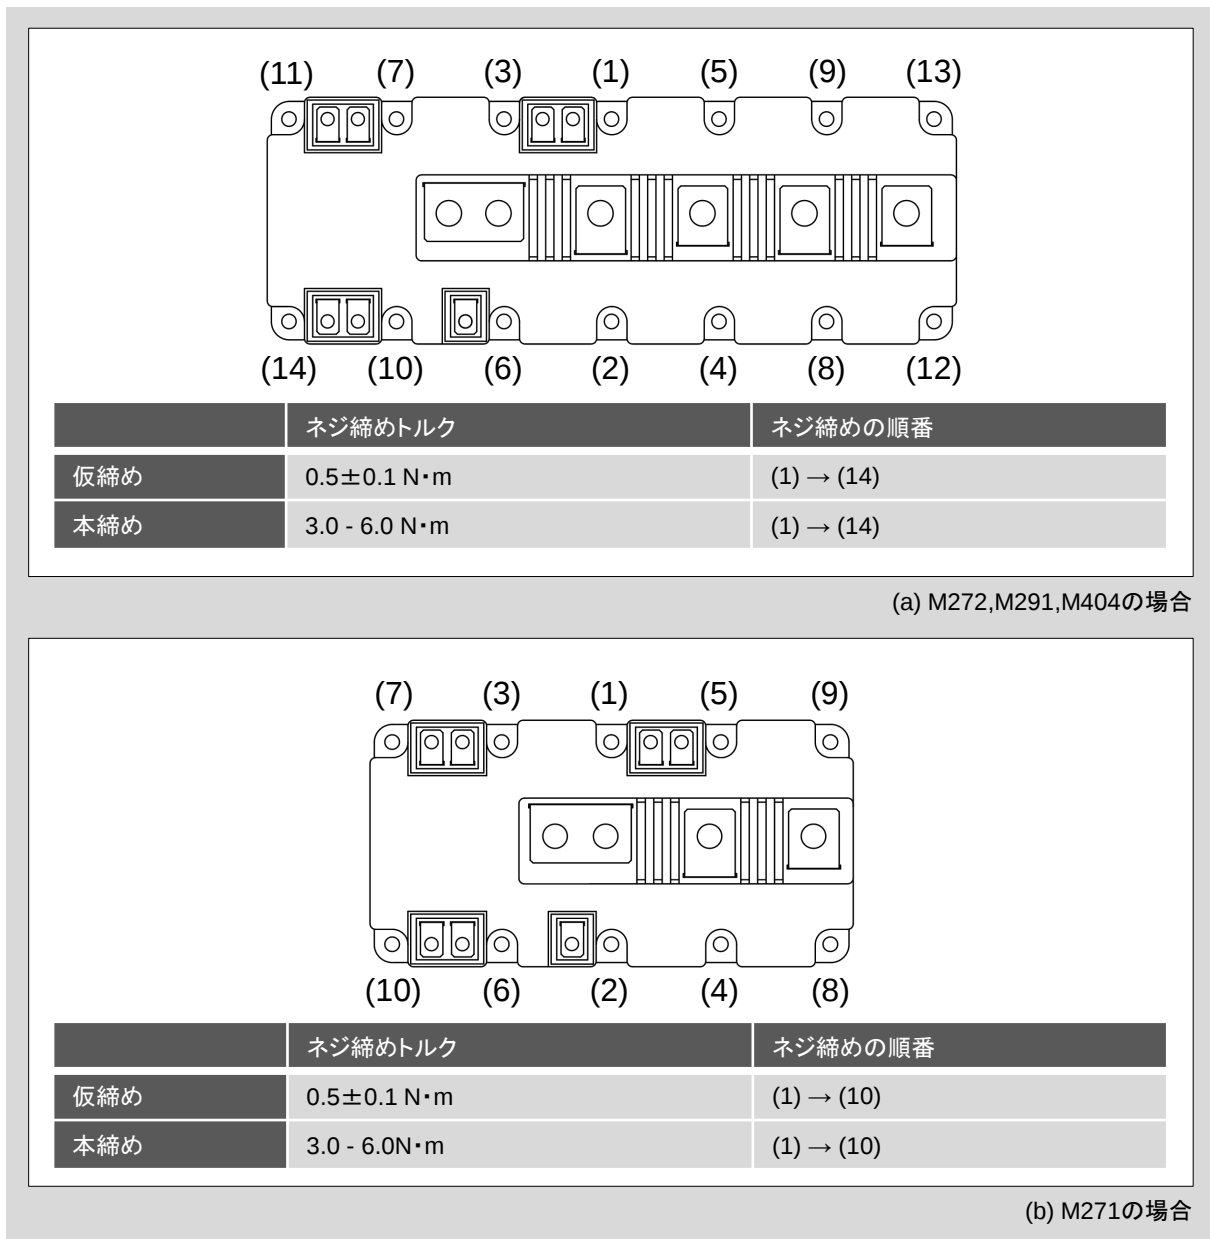

図3 ネジ締めトルク及びネジ締め順序
- 図3 に示す(1)から(10) または (14)をM5ネジで仮締めを行います。仮締めトルクは $0.5\text{N}\cdot\text{m}$ で取り付けして下さい。
- 本締めも仮締めと同様に(1)から(10) または (14)の順で規定のトルクである $3.0 - 6.0\text{N}\cdot\text{m}$ で取り付けして下さい。